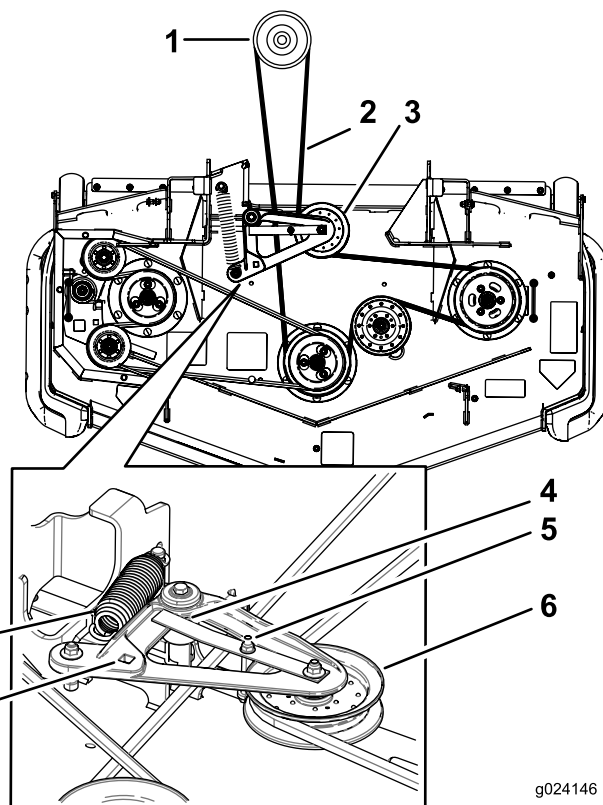

Figura 97
5. Levante la chapa de suelo e introduzca una llave dinamométrica en el taladro cuadrado del brazo tensor de la carcasa (Figura 97).
6. Gire cuidadosamente el brazo tensor de la carcasa en sentido horario y retire la correa del cortacésped (Figura 97).
7. Retire y guarde los herrajes de ambos lados de la carcasa, según se muestra en la Figura 97.